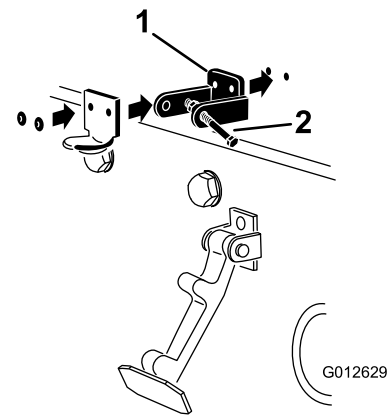

Bild 6
5. Nieten Sie die Halterungen und Scheiben an die Haube (Bild 6).